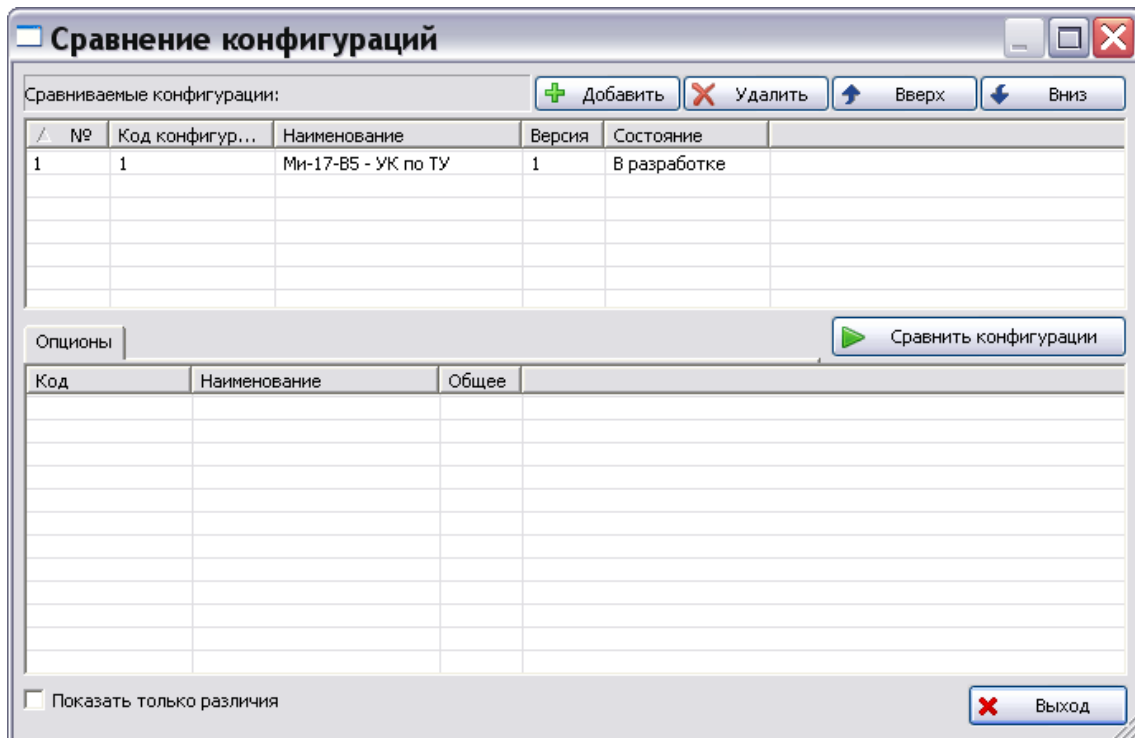

Рис. 54
1. Выделите в таблице правого окна конфигурацию, например, с кодом «1» и нажмите на кнопку **Сравнить конфигурации** . После этого появится диалоговое окно **Сравнение конфигураций** (Рис. 54).